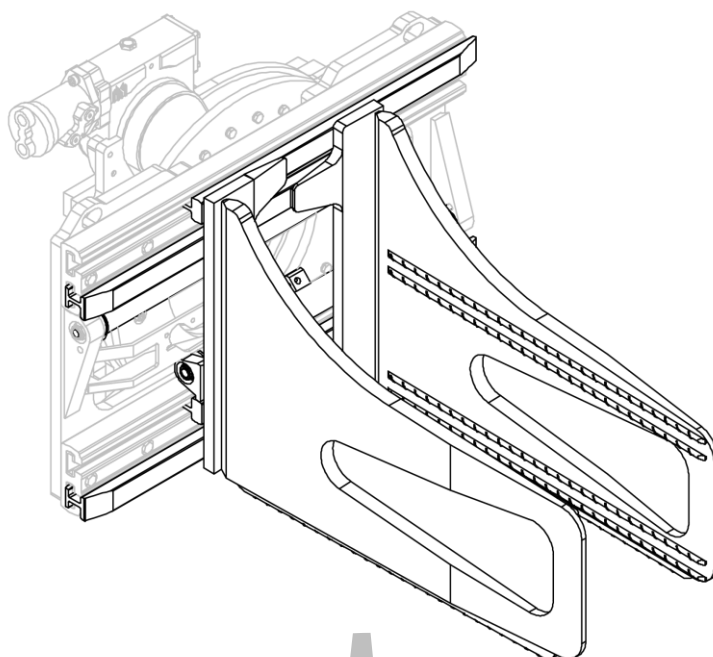
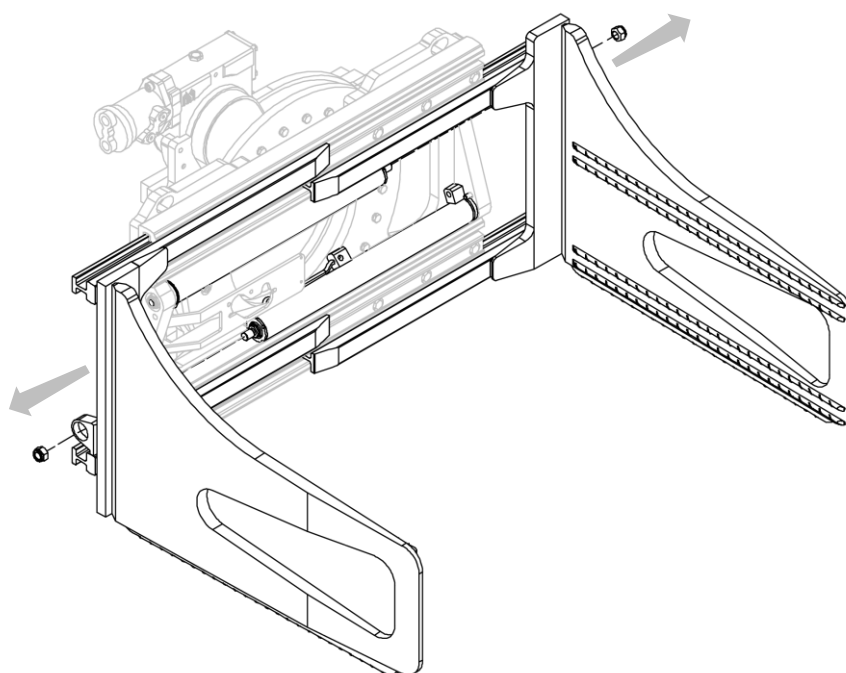

Figure 22
Figure 23
2. Retirer les fourreaux avec les mâchoires après avoir dévissé les écrous correspondants qui les relient aux vérins (voir *Figure 22* et *Figure 23*).